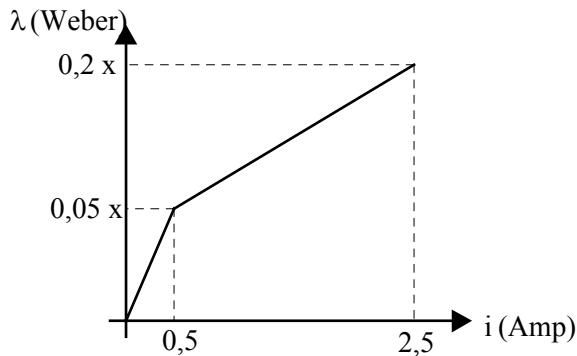

Figura 4.1
4.3.- La relación λ - i de un sistema de conversión de campo magnético es la que se muestra en la Figura 4.1, en función del desplazamiento x . Determine: